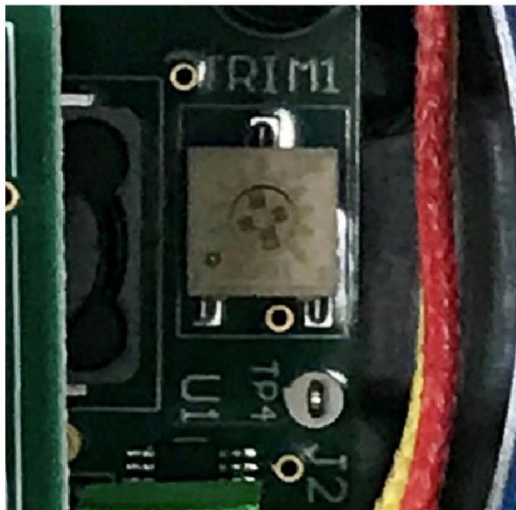

Рис. 3
- к. Отрегулируйте температуру потенциометром TRIM1. Потенциометр TRIM1, расположенный на плате электроники, обеспечивает регулировку на 270°. Диапазон задания температуры от 50 °C (122 °F) (крайнее положение при повороте против часовой стрелки) до 400 °C (752 °F) (крайнее положение при повороте по часовой стрелке). См. рис. 3. Изделие не показывает фактическую температуру среды. Фактическую температуру среды необходимо измерять отдельным устройством.